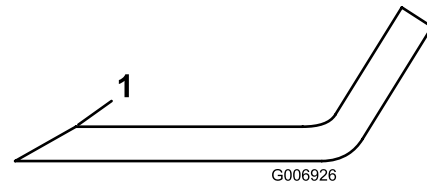

Figura 76
4. Inspeccione as extremidades de corte de todas as lâminas. Afie as extremidades de corte se apresentarem sinais de desgaste ou ranhuras, afie apenas a zona superior da parte cortante e mantenha o ângulo de corte original para garantir um desempenho eficaz da lâmina (Figura 76).